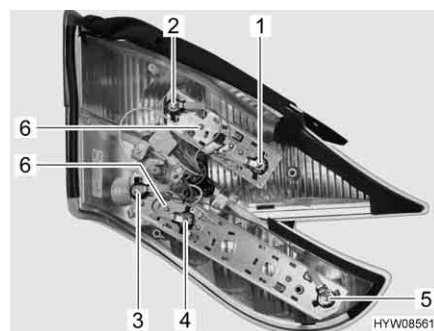

Fig. 181 Luci posteriori (lato posteriore)
- Svitare le due viti Torx (Fig. 181,6) del listello di supporto interessato sul lato posteriore dell'alloggiamento.